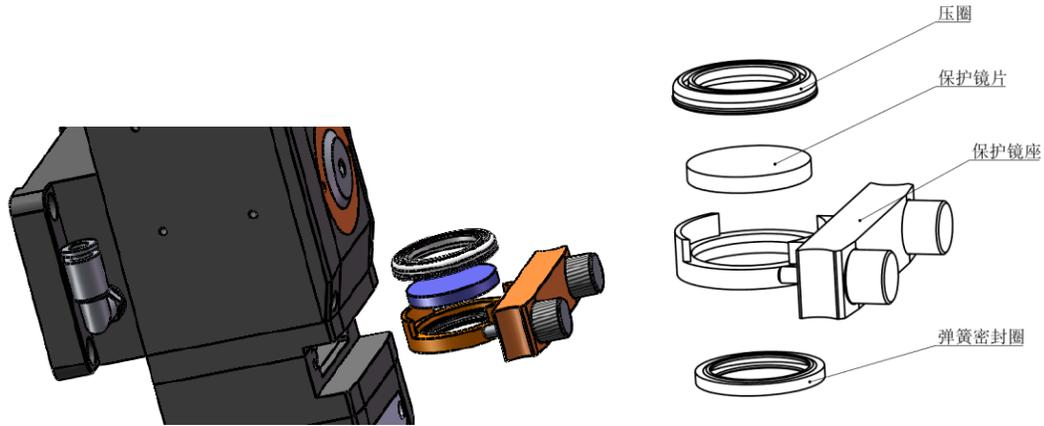

图 12 A200MS 激光头切割保护镜片示意图
- (1) 如图12，拧松两颗锁紧螺，捏住抽屉式镜座两边拉出保护镜座；
- (2) 取下保护镜压圈，戴好指套取出镜片；
- (3) 清洁镜片、镜座和密封圈，如弹簧密封圈已损坏需换一个新的；
- (4) 将擦拭干净的新镜片（不分正反面）安装到抽屉式镜座里；
- (5) 装回保护镜压圈；
- (6) 将保护镜座重新插回激光加工头，拧紧锁紧螺钉。